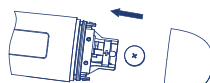

Figura 5
- Utilice un objeto con punta como un bolígrafo para quitar la pila antigua. Deseche la pila conforme a la normativa aplicable. Cámbiela por una nueva 1,5V CC de tipo botón LR41 o SR41, UCC392, o equivalente. Asegúrese que la batería está instalada con la polaridad "+" hacia arriba. (Vea la Figura 5).